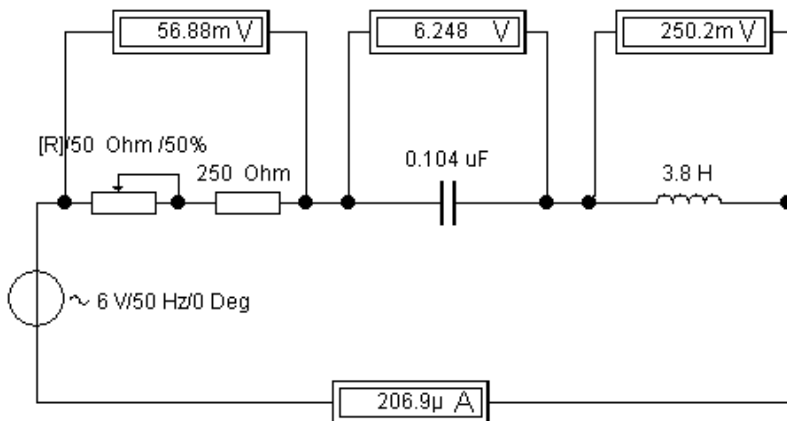

Рис. 6. Незвезтвлённая электрическая цепь
1. Собрать электрическую цепь, показанную на рис. 6. Измерить падения напряжений на каждом элементе, а также ток в цепи.